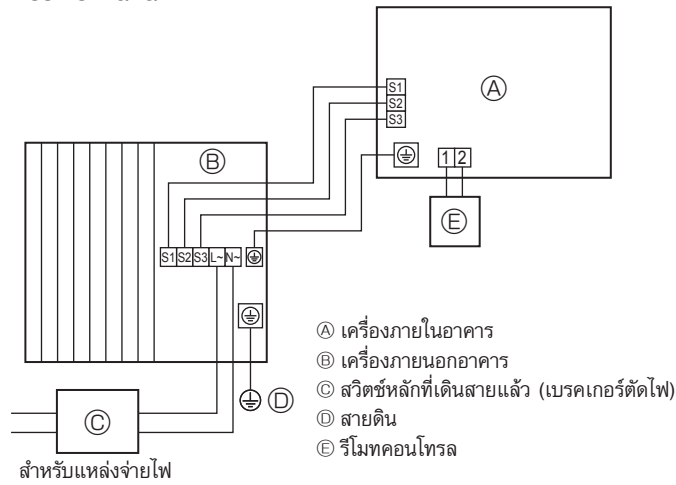
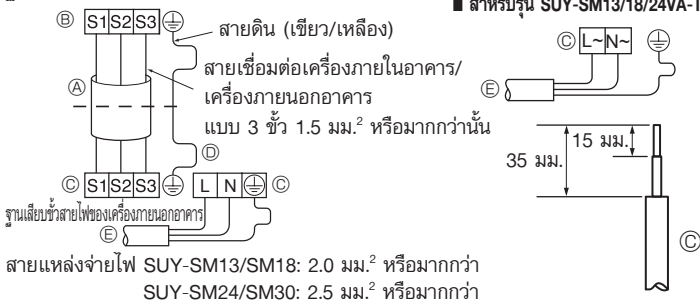
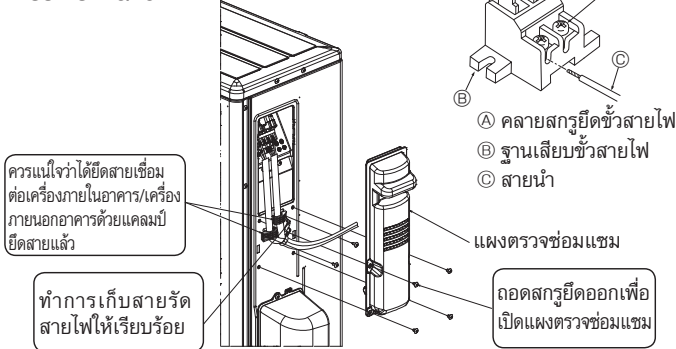

Fig. 5-1
Fig. 5-2
Fig. 5-3
5.1. เครื่องภายนอกอาคาร (Fig. 5-1, Fig. 5-2, Fig. 5-3, Fig. 5-4)
- ① ถอดแผงตรวจซ่อมแซมออก
- ② เดินสายตามที่แสดงใน Fig. 5-1, Fig. 5-2, Fig. 5-3 และ Fig. 5-4
- ทำการเดินสายตามที่แสดงในแผนภาพด้านล่างทางซ้าย (ใช้สายเคเบิลที่มีในท้องถิ่น) (Fig. 5-2)